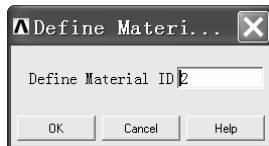

图 3-59 “Define Materi ...” 窗口
(12) 单击“Define Material Model Behavior”窗口左上角的“Material”菜单，弹出一个下拉菜单。单击该下拉菜单中的“New Model...”，弹出“Define Materi...”窗口（见图 3-59）。该窗口中的序号“2”为新添加材料属性的序号，即铜板材料属性的序号。保持默认设置，单击“OK”按钮返回到“Define Material Model Behavior”窗口。